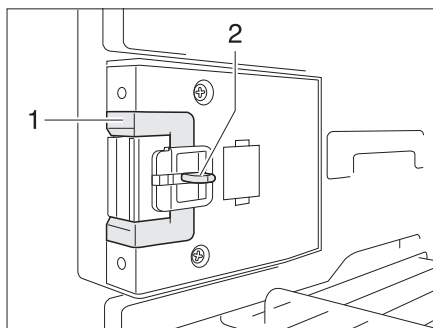
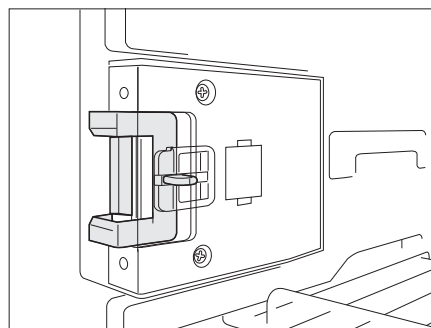

Fig. 204 Dispositivo de cierre en posición normal
Fig. 205 Dispositivo de cierre en posición de ventilación
■ Hundir el desbloqueo (Fig. 204,2).
■ Empujar el dispositivo de cierre (Fig. 204,1) hacia delante (Fig. 205).